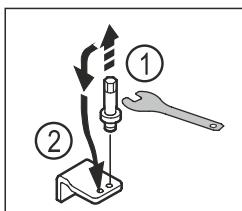

Fig. 14
- S ključem z zunanjim šestkotnikom velikosti 5 odvijte sornik spodnjega ležajnega podstavka. Fig. 14 (1)
- Sornik vstavite na nasprotni strani. Fig. 14 (2)